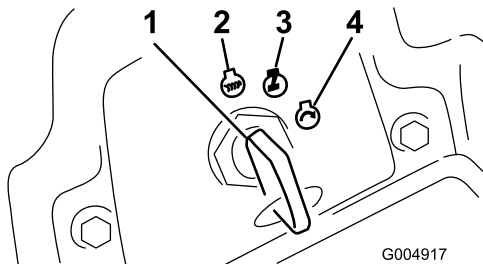

Figure 16
- Tournez la clé dans le sens horaire en contact (Figure 16).
- Tournez la clé de contact à la position arrêt (Figure 16). Attendez l'arrêt de toutes les pièces en mouvement avant de quitter la position d'utilisation.